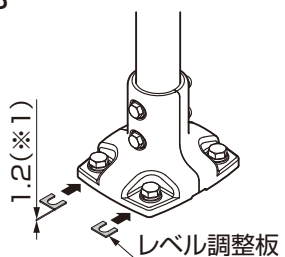

図2-20
- ③ 1.2mmのレベル調整板（※1）を上部ベースプレート（丸柱用）と【10-3】の間に挿入して、水平・垂直を出してください。（図2-20 参照）